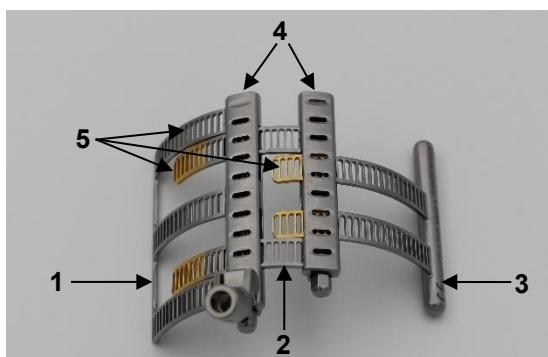
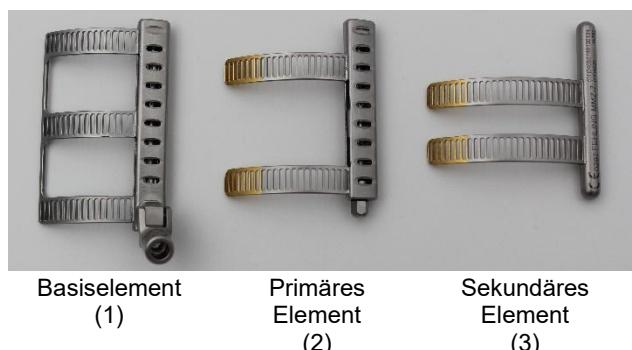

Abb. 16a: Treede Maxposition Blatt
Abb. 16b: Treede Maxposition Blatt in seinen einzelnen Elementen
Abbildung 16a zeigt das Treede Maxposition Blatt, welches sich aus drei unterschiedlich großen Elementen zusammensetzt. Es besteht aus einem Basiselement (1), einem primären Element (2) und einem sekundären Element (3) (Abb. 16b).